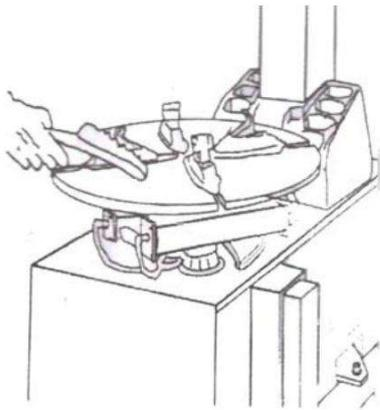
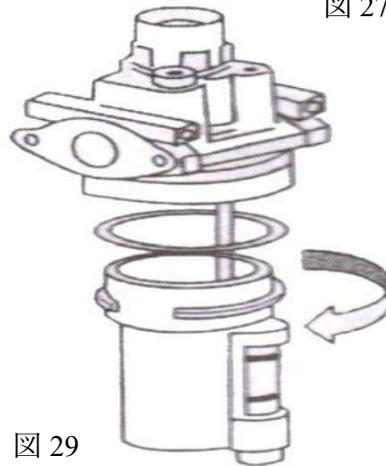

図 28
図 29
- ・ディーゼルオイルを使用してターンテーブルのチャック部とガイドレールをきれいにし、リチウムグリースを使用して潤滑します(図 28)。 ・オイル噴霧器の油面高を定期的を確認してください。オイルスケールより低い場合は、作動油 32 番を追加してください。(図 29)